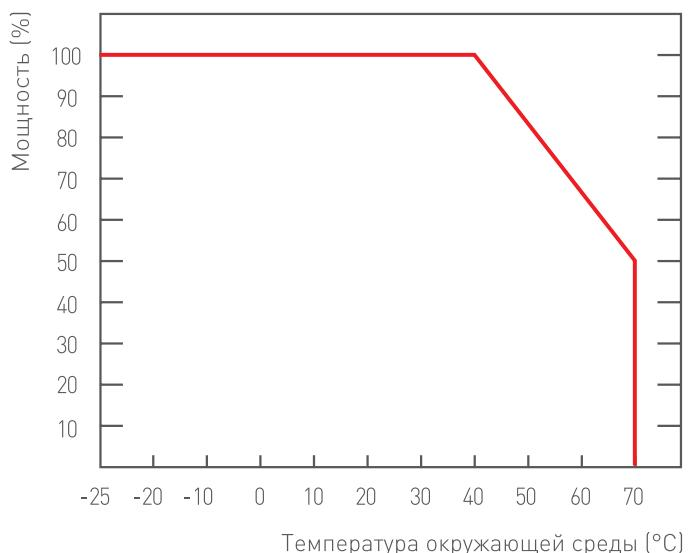

Рис. 1. – График зависимости номинальной мощности блоков питания от колебаний температуры окружающей среды.
2. Не нагружайте блоки питания более 80% от его максимальной мощности. Учитывайте, что с повышением температуры окружающей среды, максимальная мощность блока питания снижается [Рис. 1].